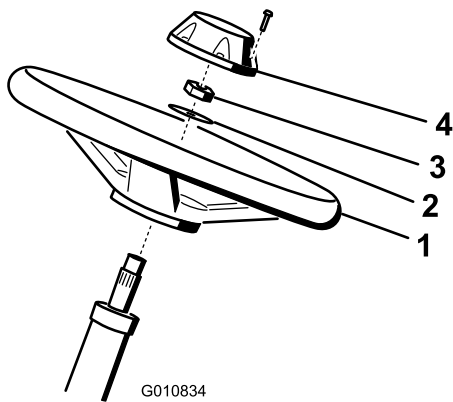

Figura 4
1. Collocate il volante sul piantone (Figura 4).
- Collocate la rondella sul piantone (Figura 4).
- Fissate il volante sul piantone per mezzo di un dado di bloccaggio serrato a 27–35 N·m (Figura 4).
- Montate il coprimozzo sul volante e fissatelo con l'aiuto di 6 bulloni (Figura 4).